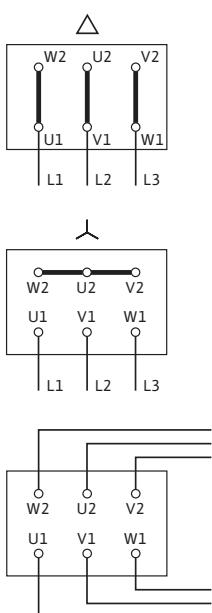

Fig. 11: Nätanslutning
- Anslutningsschemat för elanslutningen finns på insidan av kopplingsboxskyddet (se även fig. 11).